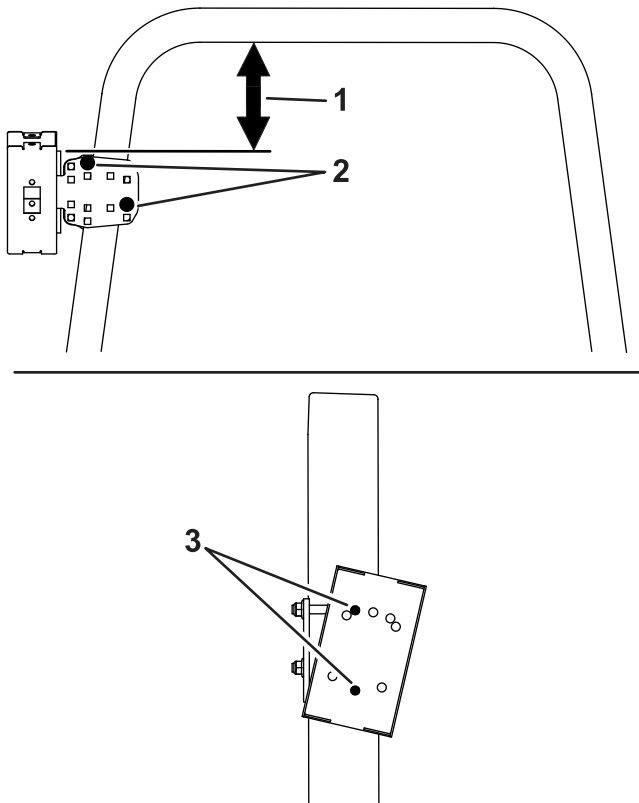
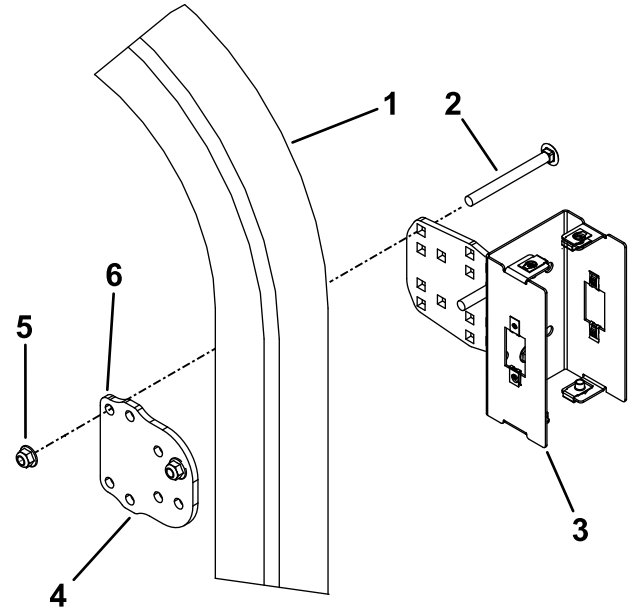

Figure 10
Figure 19
Remarque: L'emplacement sur l'arceau de sécurité dépend de la série de la machine. Voir Figure 10 à Figure 18.
6. Fixez le feu sur l'arceau de sécurité avec le support, 4 boulons de carrosserie (3/8 x 3, 4 ou 5 po) et 4 contre-écrous (3/8 po); voir Figure 10 à Figure 18 et Figure 19.